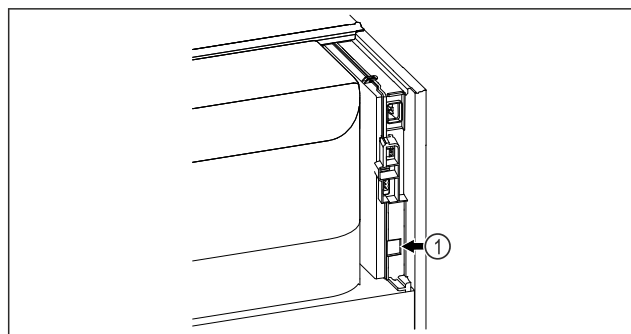

Fig. 84
- ❑ Se utiliza SmartModule Fig. 84 (1).